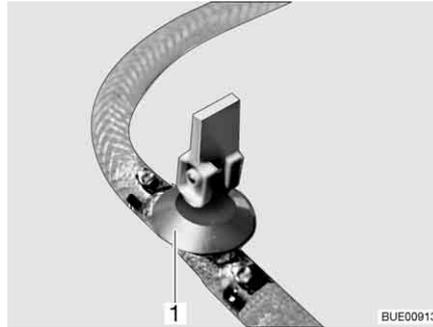

Fig. 179 Torneira de descarga
- Feche a torneira/as torneiras de descarga. Para isso, coloque a alavanca basculante (Fig. 179,1) em posição horizontal.
- Abra a torneira/as torneiras de descarga (Fig. 179). Para isso, coloque a alavanca basculante (Fig. 179,1) em posição vertical. O termoacumulador é despejado para fora.